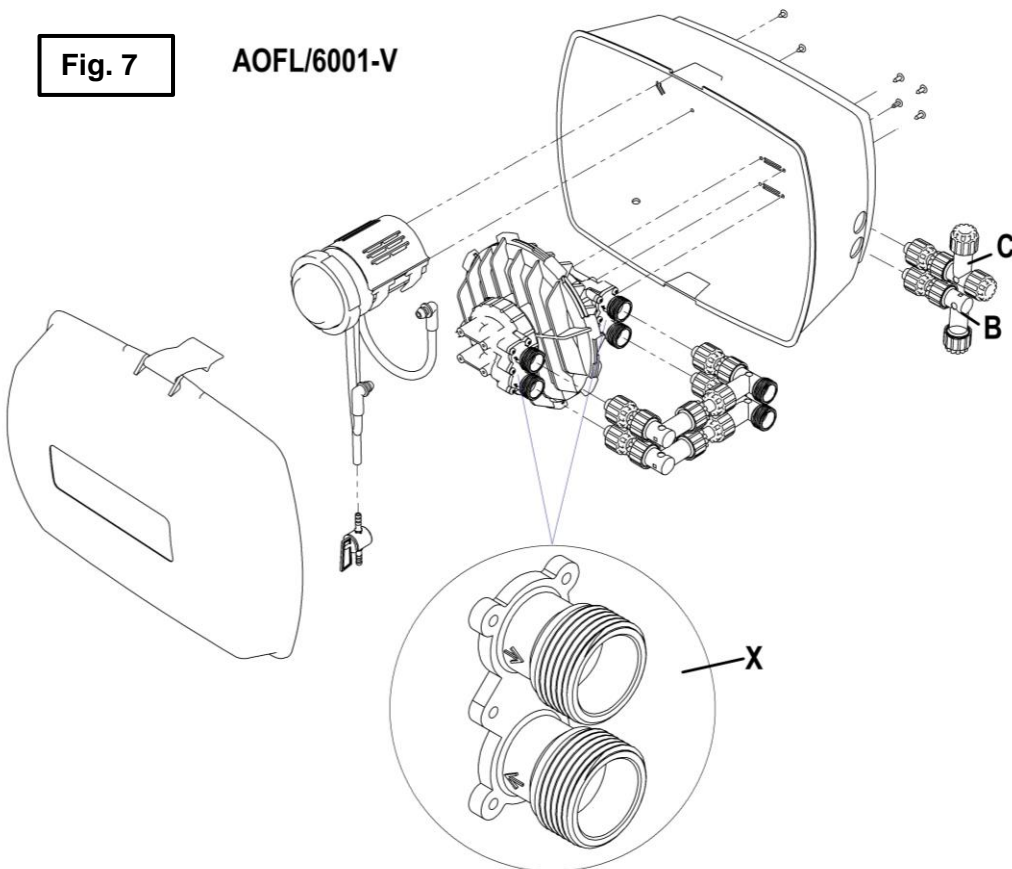

Fig. 8
- Aver rimosso il tappo di uscita (W) sul raccordo a T di uscita (C) (I prodotti chimici che fluiscono dall'apertura vanno raccolti in un contenitore adatto).
**VALVOLA DIREZIONALE / DV (ATS/425 – Fig. 8)** è posizionata in alto a sinistra (Fig. 2, 7).
**FILTRO VALVOLA (ATS/444):** Sostituire ogni 1000 ore o prima se molto contaminato. Rilasciare i fermagli del coperchio del filtro facendo leva con le dita (Fig. 8). Rimuovere delicatamente il filtro facendo attenzione a non far cadere polvere nelle parti delicate. Montare il nuovo filtro invertendo il processo.
**INSERTO VALVOLA DI SFOGO (ATS/447):** Pulire ogni 1000 ore o prima se molto sporco. Estrarre l'inserto dal corpo principale facendo attenzione a non rimuovere i 4 "O" ring nei due fori vicino all'estremità (Fig. 8). Assicurarsi che i fori siano puliti. Usare il filo attaccato all'inserto per rimuovere eventuali detriti.
**ASSEMBLAGGIO MEMBRANA (ATS/443):** Sostituire ogni 3000 ore. Rimuovere innanzitutto il filtro della valvola (vedere sopra). Rimuovere la molla (ATS/442) e tirare la scatola di trasmissione nella direzione della freccia (Fig. 8) usando una pinza sull'aletta. Svitare la grande ghiera nera e staccare delicatamente il cappuccio nero, usando un cacciavite nella fessura apposita. Estrarre la membrana di gomma afferrando il bordo esterno. Rimontare il gruppo membrana (ATS/443), facendo attenzione a non rimuovere il lubrificante sull'albero. Se la molla (ATS/442) mostra segni di corrosione, sostituirla. Montare un nuovo gruppo membrana invertendo l'operazione, assicurandosi che l'estrusione semicircolare si innesti nella rientranza del corpo principale. Quando si sostituisce la scatola dell'unità, premere con forza fino a quando non si sente un clic, a indicare il corretto innesto. Prima di montare il filtro e il coperchio, spingere la scatola di trasmissione da un'estremità della valvola direzionale all'altra e viceversa. Si dovrebbe udire un clic, a indicare che la scatola dell'unità è stata montata correttamente e che funziona correttamente.